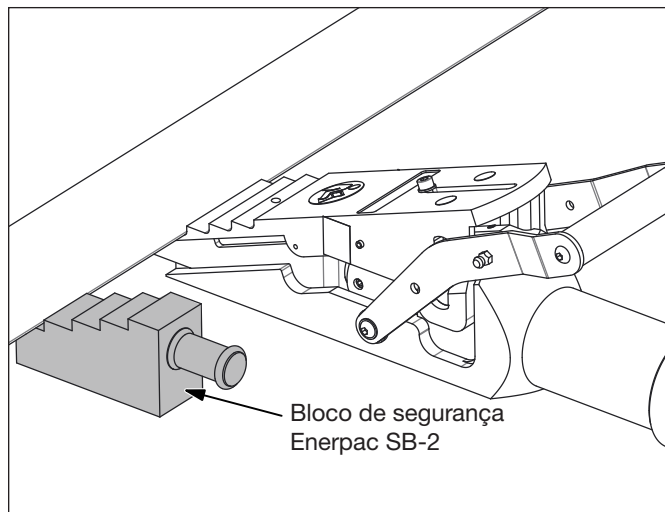

Figura 4, bloco de segurança Enerpac SB-2
6. Quando a carga tiver sido levantada até à altura desejada, ou à altura máxima na escala utilizada, insira o bloco de segurança Enerpac SB-2 (vendido separadamente da cunha para levantamento). Consulte a Figura 4.
7. Quando o item tiver sido levantado até à altura desejada, ou à altura máxima na escala utilizada, insira o bloco de segurança Enerpac SB-2 (vendido separadamente da cunha para levantamento). Consulte a Figura 4.